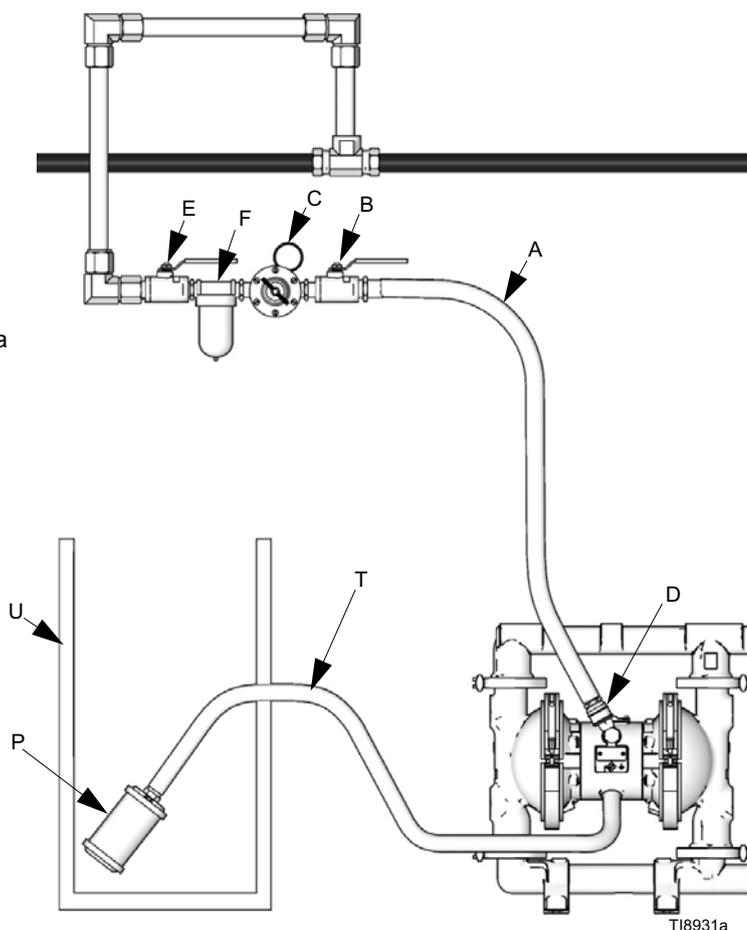

Рис. 4 Отвод отработанного воздуха
Поломка мембраны приводит к попаданию перекачиваемой жидкости в выпускаемый воздух. Установите подходящий контейнер в конце линии выпуска воздуха для сбора жидкости. См. Рис. 4.
1. Снимите глушитель (P) с отверстия для выпуска отработанного воздуха из насоса.
2. Установите заземленный шланг (T) для выпуска воздуха и подсоедините глушитель (P) к другому концу шланга. Минимальный размер шланга для выпуска отработанного воздуха – внутренний диаметр 19 мм (3/4 дюйма). Если необходим шланг длиной более 4,57 м (15 футов), используйте шланг большего диаметра. Избегайте резких изгибов или изломов шланга.
3. Для сбора жидкости на случай разрыва мембраны установите контейнер (U) на конце линии для выпуска отработанного воздуха. См. Рис. 4.